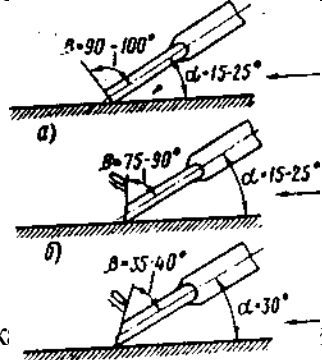

Рис. 19. Углы заточки шаберов.
6. Как выбирать углы заточки шаберов (рис. 19, а-в) для обработки чугуна и бронзы, стали, мягких металлов.